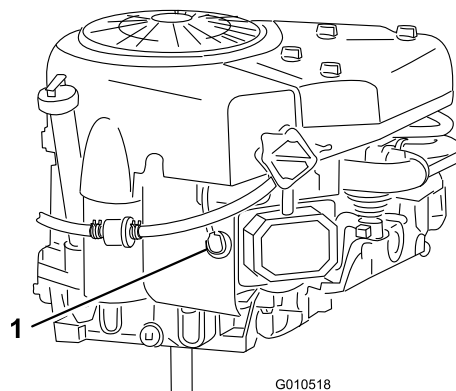

Figura 27
6. Scollegate il cappellotto dalla candela (Figura 27).
8. Togliete la candela e la rondella metallica (Figura 27).
3. Collegate il cappellotto alla candela (Figura 27).